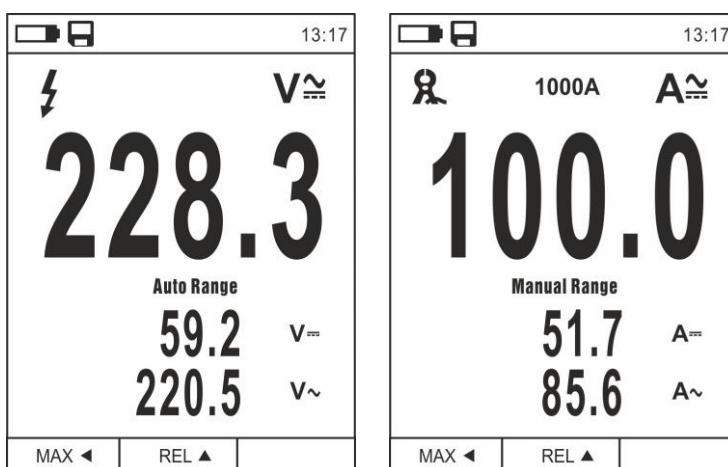

Fig. 6: Descrição da medição de tensões e correntes CA+CC
2. Premir o botão **MODE** selecionando as modalidades “**V₋₋₋**”, “**A_~**”, “**mA_~**” ou “**µA_~**” (ver Fig. 6)